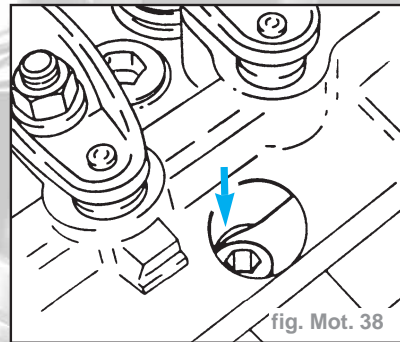

fig. Mot. 38
- Amener le cylindre N°1 en position PMH. L'évidement de l'arbre à cames doit se trouver dans la position représentée sur la fig. Mot. 38.